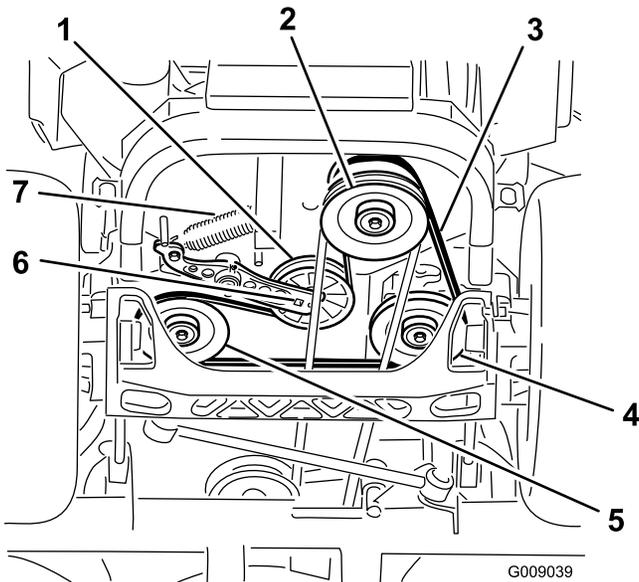

Figura 78
- Levante la máquina y apóyela sobre gatos fijos (Figura 78).
5. Utilice una llave de carraca en el taladro cuadrado del brazo tensor para retirar el muelle tensor (Figura 78).
6. Desenganche el muelle de la polea tensora del bastidor (Figura 78).
9. Utilizando la llave de carraca en el taladro cuadrado del brazo tensor, instale el muelle tensor en el bastidor (Figura 78).